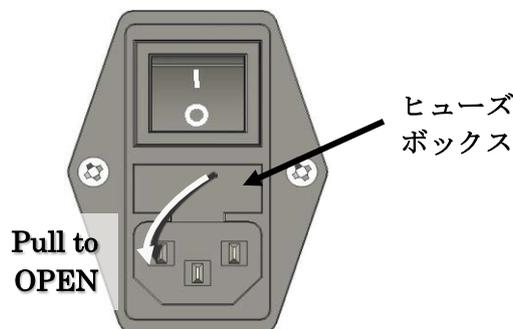

図 7.1. ヒューズボックス
- 当製品には、ヒューズが内蔵されております。下図 7.1 を参照ください。